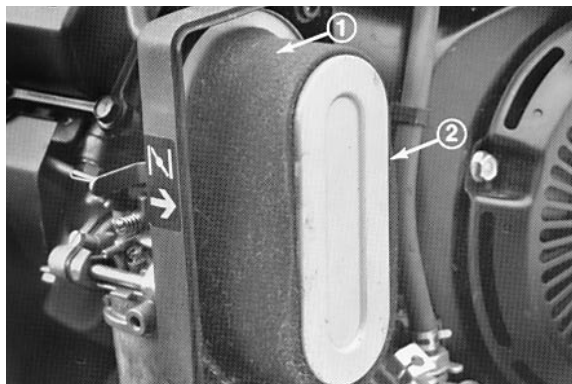

Figure 24
3. S'il est encrassé, enlever l'élément en mousse du filtre à air et le nettoyer soigneusement (Fig. 24).